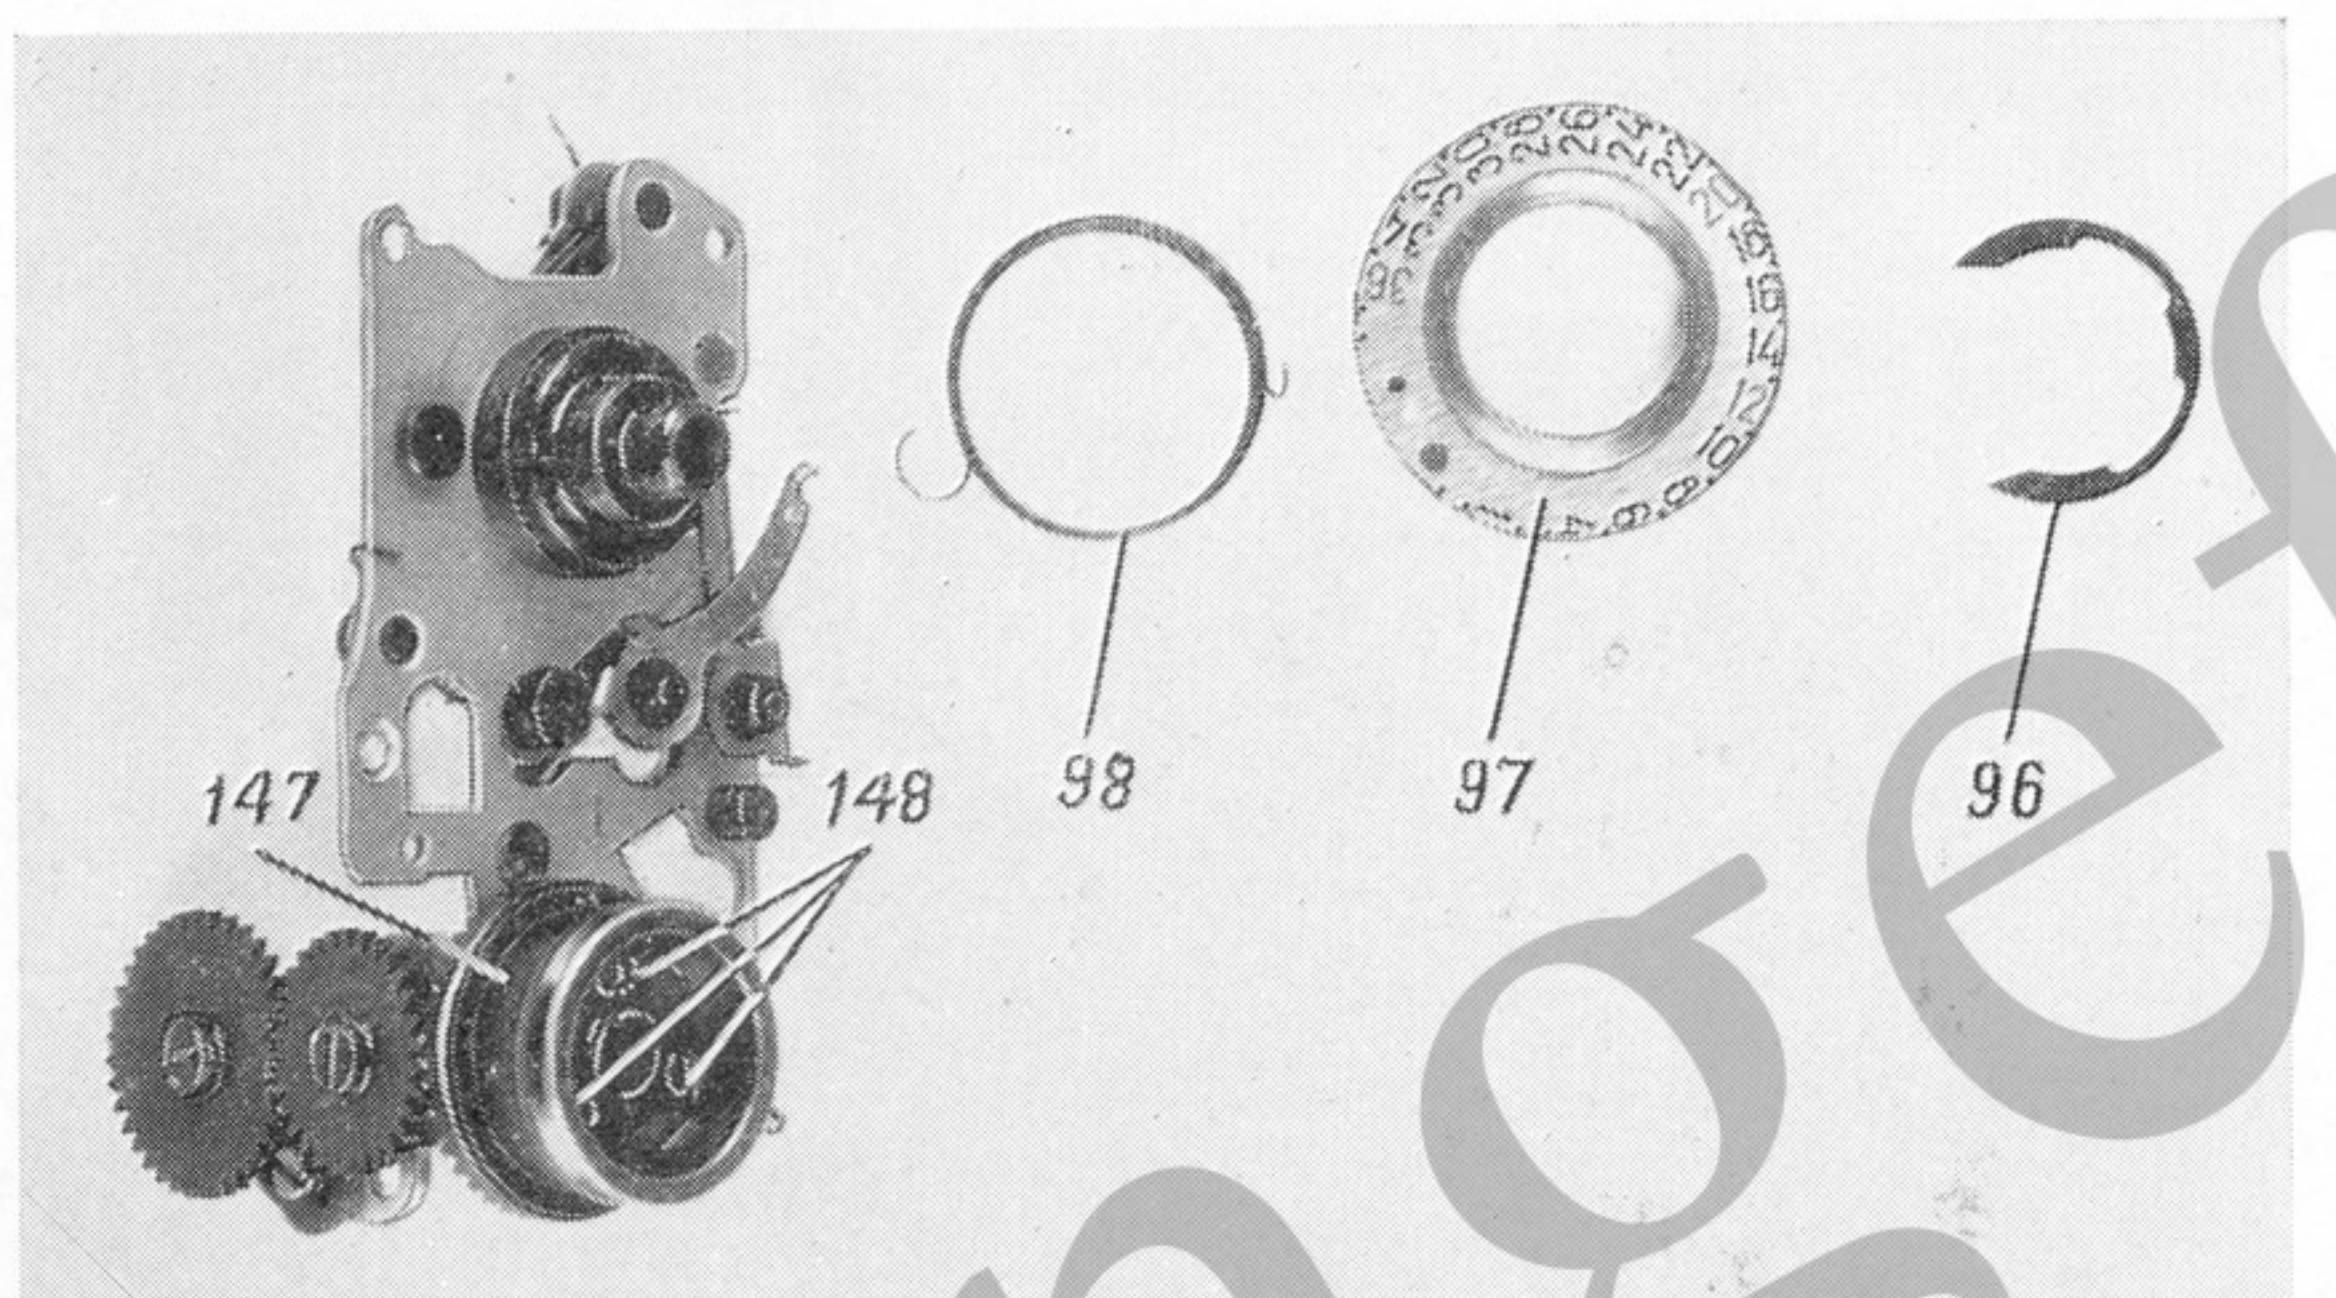

Рис. 16
5.3.1. Снимите шайбу 96 (см. рис. 16) и шкалу 97 вместе с пружиной 98.
6.3.1. Установите на плату счетчика пружину 98 (см. рис. 16), закрепите один ее конец за ось, развалцованные на плате счетчика.
Закрепите предварительно узел счетчика винтами 35 (см. рис. 5). Проверьте передачу вращения от маховика счетчика к зубчатому барабану затвора, отрегулируйте зацепление маховика с барабаном разворотом зубчатого колеса 147 (см. рис. 16) при отпущеных крепежных винтах 148. После регулировки затяните окончательно винты 35 (см. рис. 5).